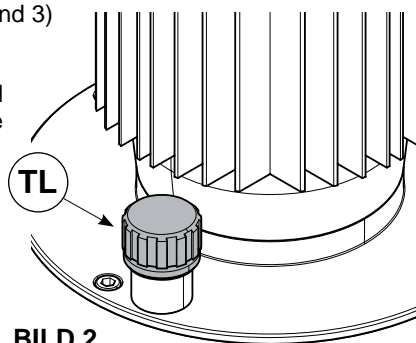

BILD 2
- Um Ölverluste während des Transportes zu vermeiden, wird die Pumpe mit einer Öltransportschraube geliefert. Für eine korrekte Funktionsweise der Pumpe muss diese Öltransportschraube durch die mitgelieferte orangene Ventilschraube (TL) (Bild 2) mit Ölmesstab getauscht werden.
- Kontrollieren Sie die Spannung auf dem Typenschild mit der zur Verfügung stehenden Spannung. Stecken Sie den Netzstecker in die Steckdose. Am Hauptschalter (IG) schaltet sich die Beleuchtung ein und signalisiert, dass Spannung anliegt.